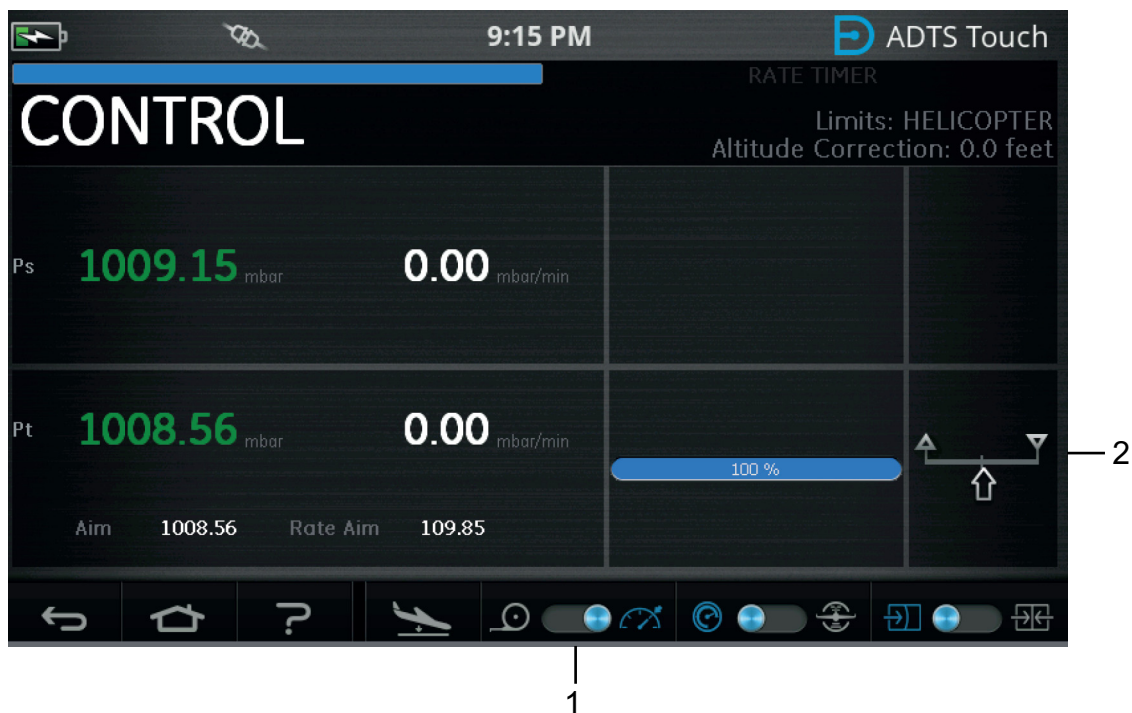

Abbildung 3-56: Nur Punktsteuerungsmodus
Abbildung 3-56 zeigt an, dass sich der Ps-Kanal im Messmodus befindet und der Pt-Kanal im Steuermodus, wie die Anzeige (2) zeigt.